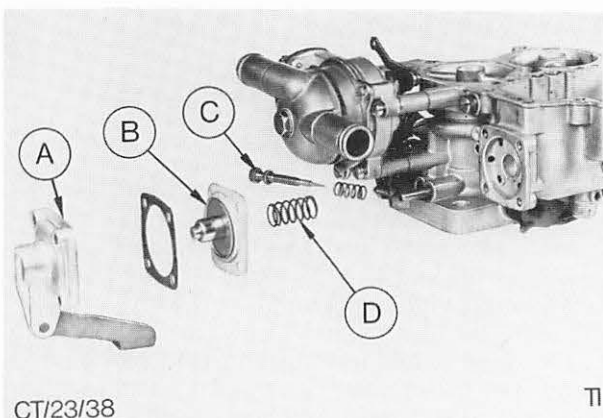

Abb. 71 Beschleunigerpumpe zerlegt
12. Einzelteile der Beschleunigerpumpe nach der in Abb. 71 gezeigten Reihenfolge einbauen, dabei darauf achten, daß die Membrane nicht verknickt wird.